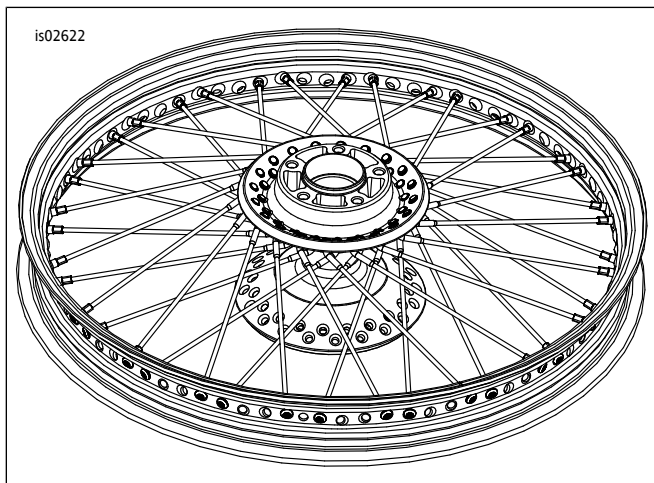

图6。安装内侧辐条(图示为21英寸车轮)
5. 参见图6。将第一根内侧排辐条插入轮毂。逆时针倾斜辐条，并穿过四根外侧排辐条。组装辐条螺纹接头，但不要拧紧。